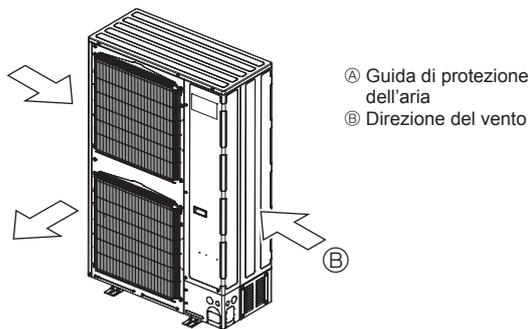

Fig. 2-18
- ③ Se possibile, posizionare l'unità in modo che la bocca di uscita soffi perpendicolarmente alla direzione del vento stagionale. (Fig. 2-18)